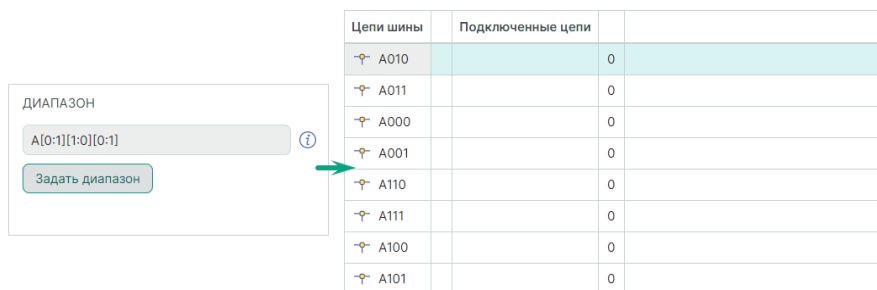

Рис. 193 Добавление диапазона матрицей
- матрицей – Prefix[Min:Max][Max:Min] или Prefix[Max:Min][Min:Max] и т.д., см. Рис. 193.